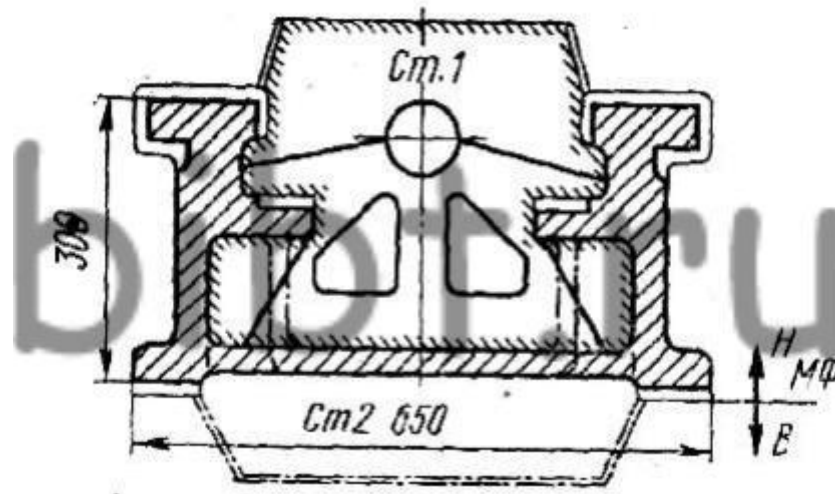

Рисунок 4 Графическое изображение технического решения
4. Не крепить по возможности стержни в верхнюю полуформу (см. рисунок 4, стержень расположен в нижней полуформе, первоначальный вариант показан штрихпунктирной линией).